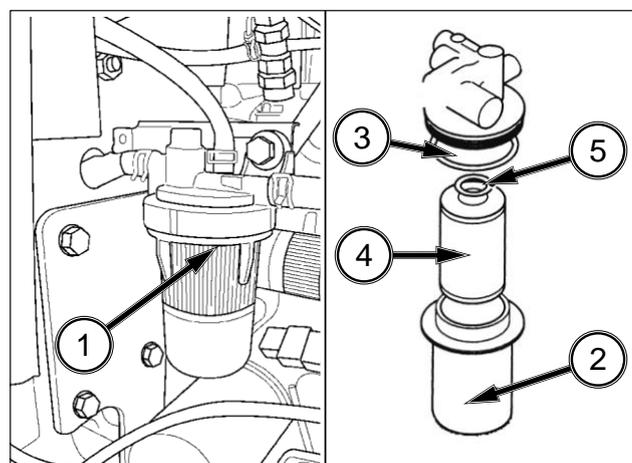

FIG. 107
FIG. 107: El filtro de combustible (1) se encuentra en el lado derecho del motor y permite bloquear las impurezas presentes en el combustible antes de que estas alcancen la bomba de inyección.